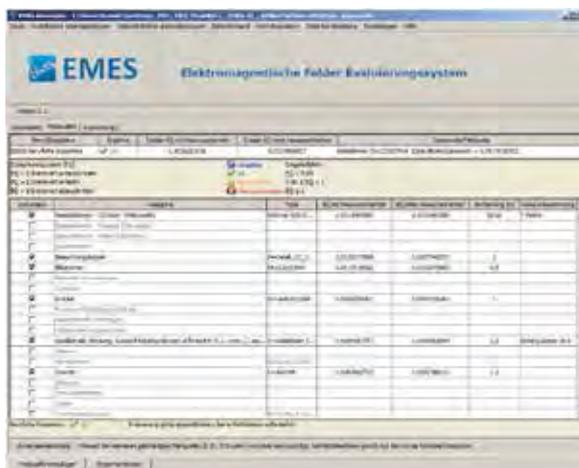

Abb. 3: Feldquellen am Arbeitsplatz
Abbildung 3 zeigt die Darstellung eines Arbeitsplatzes, für den die Feldquellen gewählt und deren Abstände zum Arbeitsplatz angegeben wurden. Die Evaluierung erfolgt je nach ausgewählter Norm jeweils für „Berufliche Exposition“ oder „Allgemeinbevölkerung“. Ein grünes OK deutet an, dass der totale Expositionsquotient (EQ)  $< 1$  ist und keine Grenzwertüberschreitungen vorliegen. Ein  $EQ \geq 1$  bedeutet Grenzwertüberschreitung. EQ, die mit ihrem jeweils dazugehörigen Grenzwert gewichtete relevante physikalische Größe, ist dimensionslos. Rechts vom grünen OK ist aus pragmatischen Gründen der EQ sowohl mit als auch ohne Berücksichtigung der Messunsicherheiten angegeben. Ganz rechts auf der gleichen Zeile wird die dominante Quelle ausgezeichnet. Durch Abstandserhöhung ist es möglich, den Einfluss der meisten Quellen auf den Gesamt-EQ am Arbeitsplatz zu reduzieren – z. B. bei der Beurteilung „Bedenklich“ ( $0,85 \leq EQ < 1$ ) oder „Überschreitung“ ( $EQ \geq 1$ ) – und damit die Situation zu optimieren.